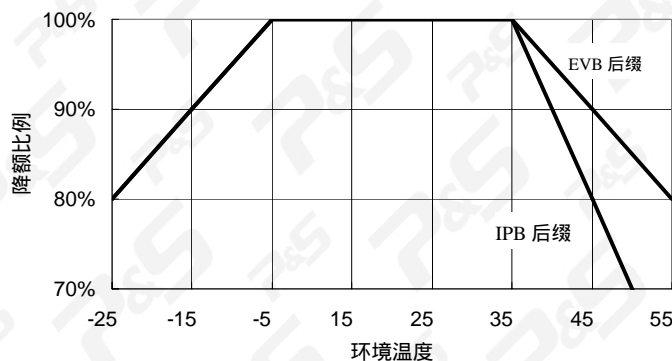

图 1-13 产品降额曲线
- 5、当环境温度过低时,电源中的电解电容器阻抗会显著增加,这会导致电源系统性能下降,甚至进入不稳定状态。当环境温度过高时,电源中的控制器、高频变压器、整流器、电解电容器的温度很高,这会使电源系统性的可靠性降低。因此,在这两种情况下,要降低电源的输出功率,建议客户参照图 1-13 的降额曲线选择设计产品。
当环境温度过低时,电源中的电解电容器阻抗会显著增加,这会导致电源系统性能下降,甚至进入不稳定状态。当环境温度过高时,电源中的控制器、高频变压器、整流器、电解电容器的温度很高,这会使电源系统性的可靠性降低。因此,在这两种情况下,要降低电源的输出功率,建议客户参照图 1-13 的降额曲线选择设计产品。